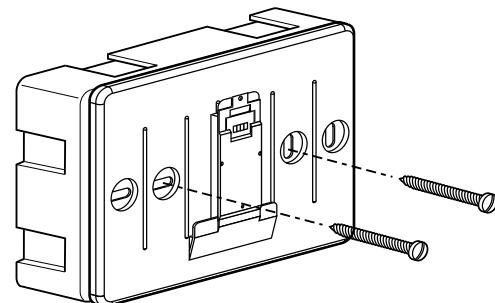

Fig. 2
- de basis van het apparaat bevestigen aan de kast op de wand, met behulp van de in de set geleverde schroeven (fig.2),